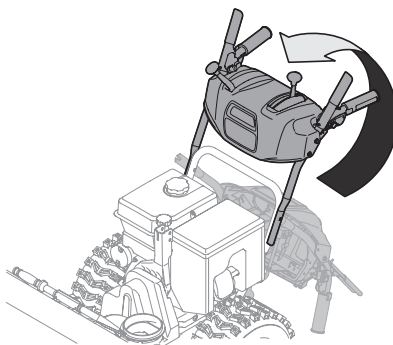

Figura 2-4
5. Debe girar la barra de control hacia arriba y alinear la barra de control inferior. Consulte la Figura 2-4. Retire y descarte todas las bandas elásticas, si las hubiera. Únicamente se utilizan para el empaque.